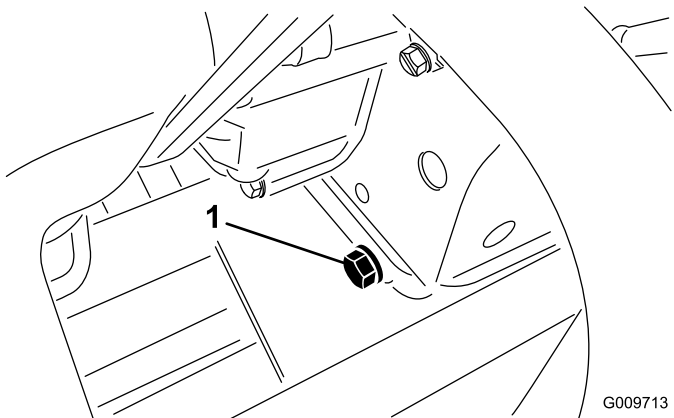

Bild 52
1. Entfernen Sie die Ablassschraube (Bild 52) und lassen Sie das Öl in die Auffangwanne ab. Schrauben Sie die Ablassschraube wieder ein, nachdem das Öl abgelassen ist.